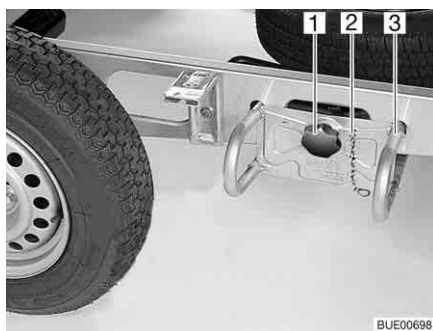

Fig. 252 Etrier de roue de secours
- Décrocher la chaîne de sécurité (Fig. 252,2).
- Desserrer et dévisser la poignée-étoile (Fig. 252,1).
- Sortir l'étrier de roue de secours (Fig. 252,3) d'environ 10 cm et le poser sur le sol.